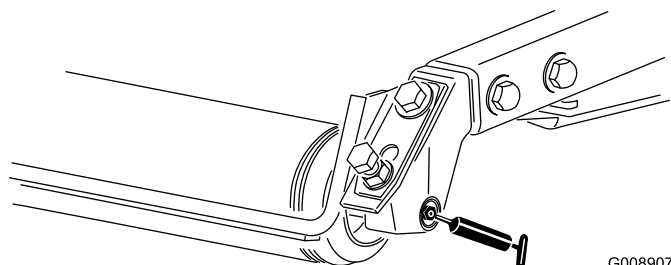

Figura 38
- Cuscinetti a rulli posteriori (2 per apparato di taglio) (Figura 38)